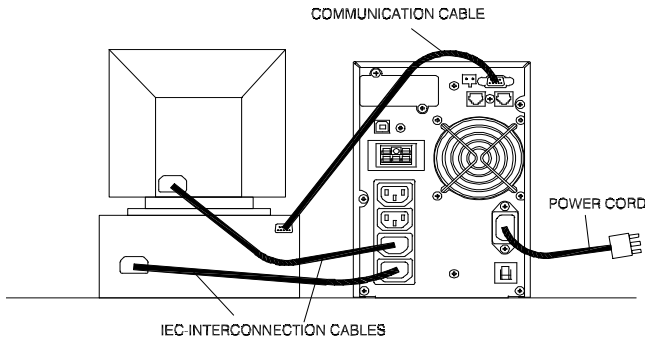

Fig. 3 Esempio di collegamento di un UPS
- Dopo aver lasciato caricare l'ups collegare ed accendere il carico collegato come indicato in fig. 3.